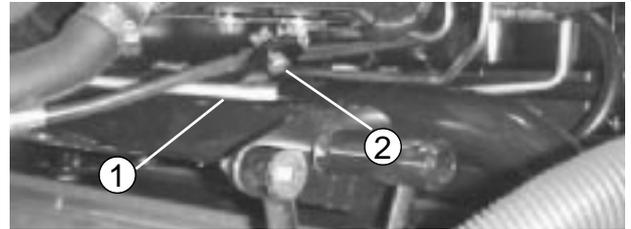
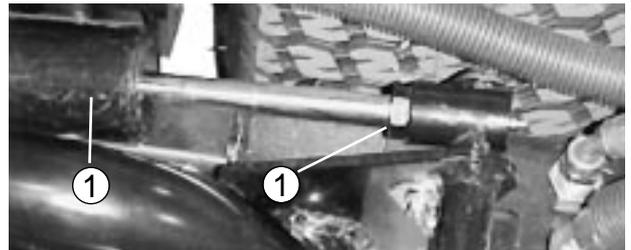

図27
図28
3. エンジンを始動し、昇降アームを上昇させ、後ろカッティングユニットのウェア・パーの上部についているウェア・ストラップからバンパー・ストラップまでの距離（図27）が、0.5～2.5 mmの間にあるかどうか点検する。この範囲になれば、後昇降シリンダを調整する。シリンダの調整は、カッティングユニットを降下させ、シリンダのジャムナット（図28）を戻し、シリンダロッドのナットに近い方の部分をウェスとプライヤで握って回して行う。調整ができたならカッティングユニットを上昇させて隙間を点検し、必要に応じて再調整し、ナットを締める。